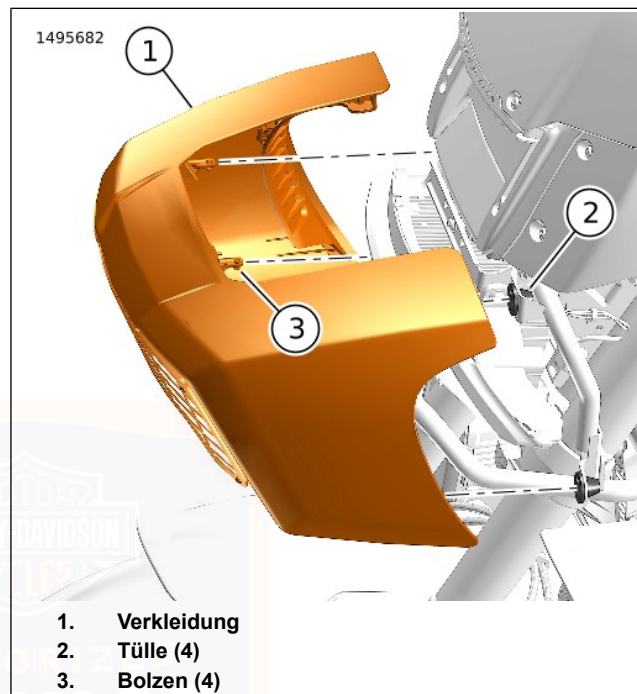

Abbildung 77. Verkleidung
1. Siehe Abbildung 77. Die Verkleidung abbauen.
- a. Die Verkleidung (1) von den Tüllen (2) wegziehen.
1. Abbildung 77 Die Verkleidung anbringen.
- a. Die Verkleidungsbolzen (3) auf die Tüllen (2) ausrichten.
- b. Die Verkleidung (1) in die Tüllen schieben.